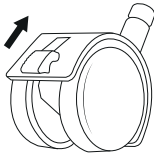

Fig. 1
- ▶ Ne tirez jamais l'appareil par le cordon d'alimentation ❸ lorsque vous le transportez sur les roulettes ❸/❹.
- ◆ Pour simplifier le transport de l'appareil, ce dernier est doté de quatre roulettes ❸/❹. Desserrez les leviers sur les deux roulettes avec leviers de blocage ❺ en poussant les levier vers le haut (voir figure 1). L'appareil se laisse maintenant déplacer confortablement.